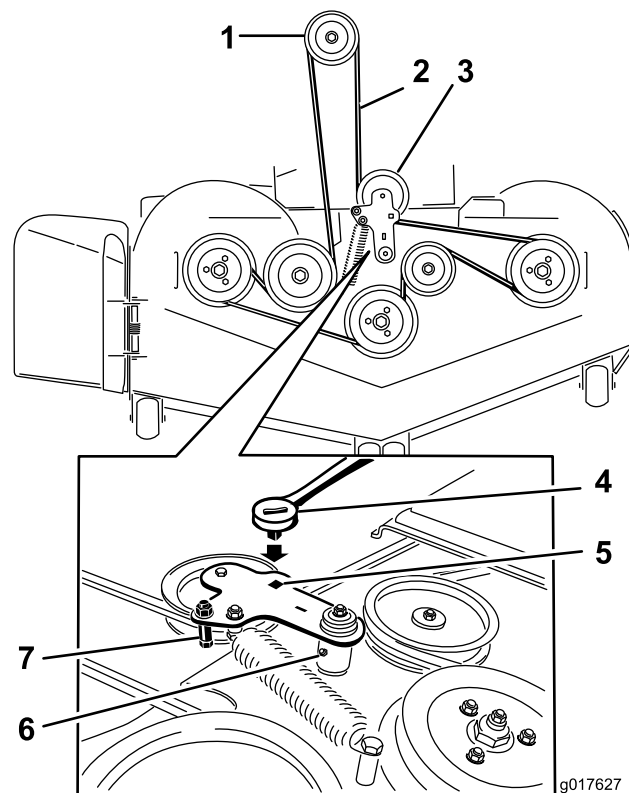

Bild 80
5. Heben Sie den Fahrzeugboden an und stecken Sie eine Ratsche in das rechteckige Loch in der Mähwerkspannscheibe (Bild 80).
6. Drehen Sie die Mähwerkspannscheibe nach rechts und entfernen Sie den Mähwerkriemen (Bild 80).